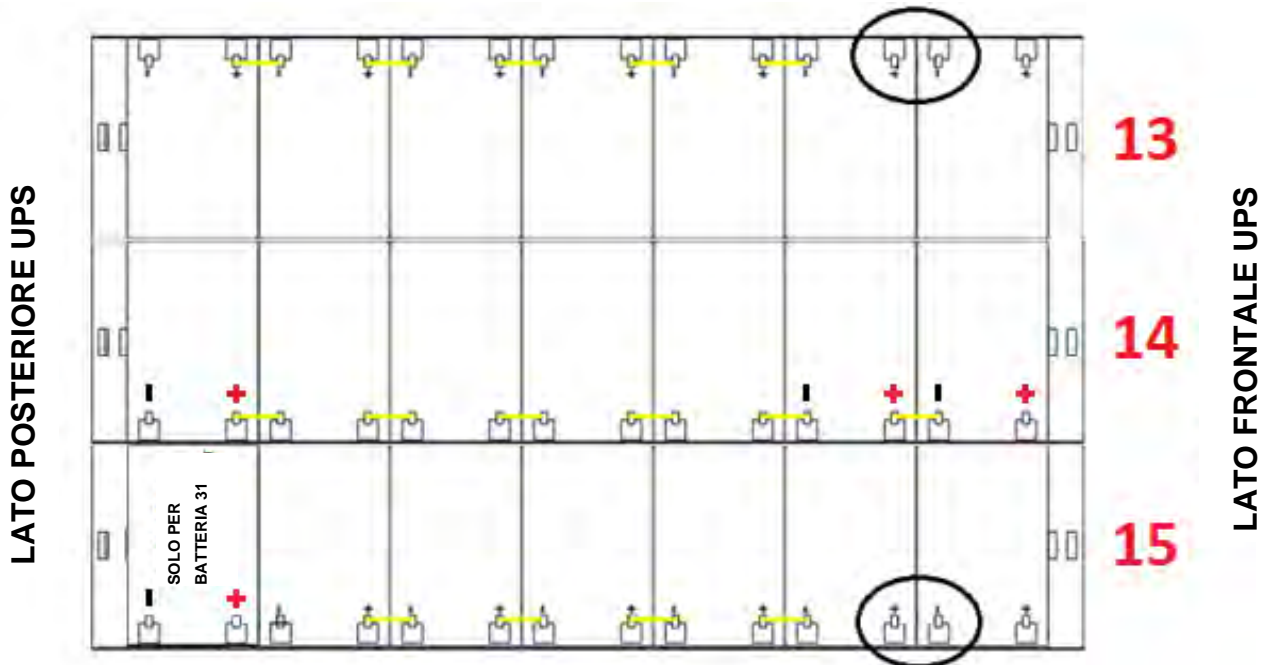

Figura 39 - Vista dall'alto Piano N°5
13) Sul Piano n°5 inserire i cassettei n°13-14-15 rispettando la posizione come dimostrato in Figura 39.